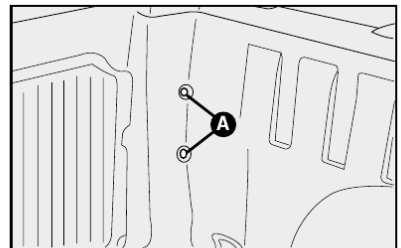

fig. 45
2) utilizando a chave de fenda, soltar os parafusos de fixação da lanterna **A-fig. 45**, aos quais se têm acesso pelo compartimento de carga;